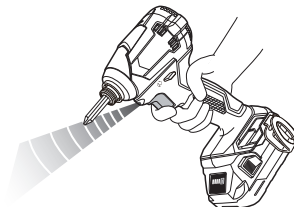

Fig. 14
11. **Message d'alerte par témoin DEL (Fig. 14)**